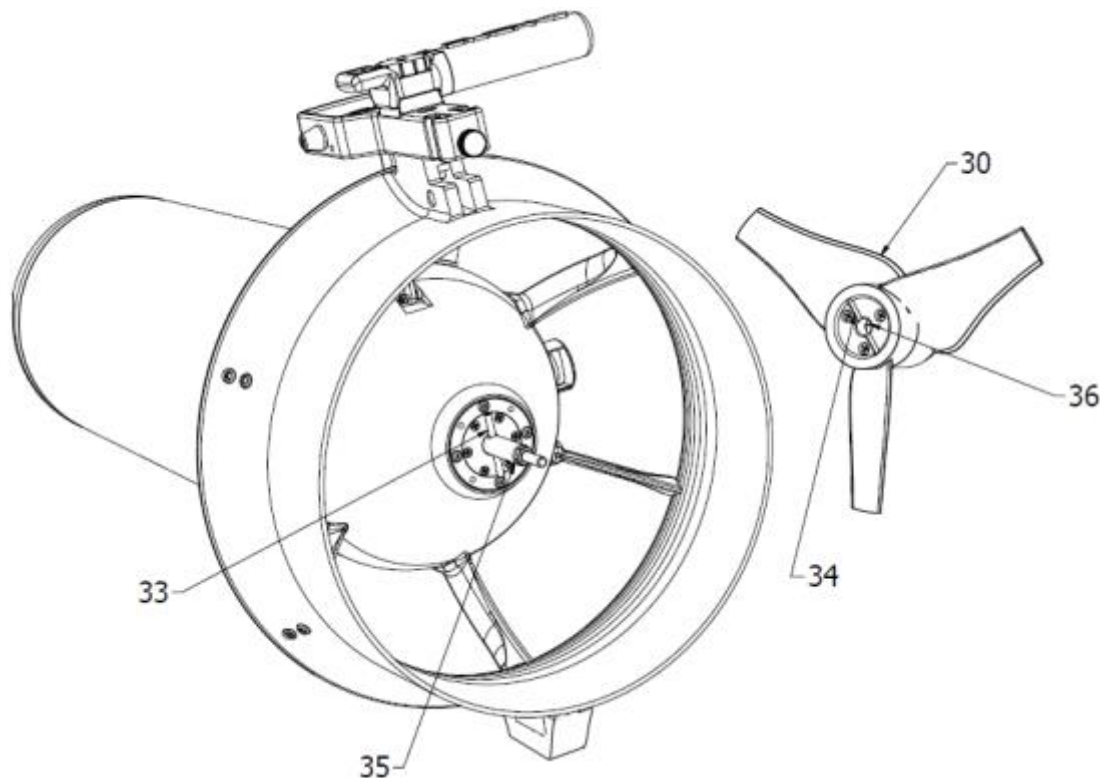

Fig.10
Infilare l'albero motore dello SCOOTER (35 - Fig.10) nel foro dell'elica (36), girare l'elica (in senso ORARIO) fino a quando la spina (33) si trova a combaciare con la sede (34) dell'elica. Quando si sentirà uno scatto l'elica smetterà di girare. Proseguire ruotando (in senso ORARIO) l'interruttore (6) con la sola forza delle dita, **SENZA FORZARE**.